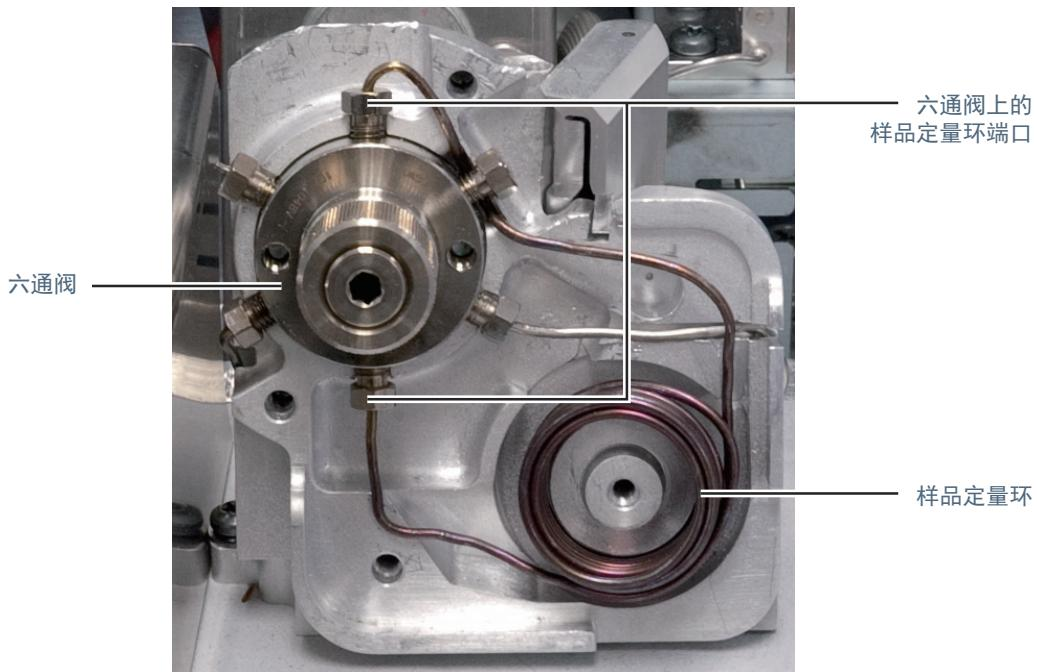

图 19. 断开样品定量环与六通阀的连接
7 使用 1/4 英寸扳手断开两个样品定量环与六通阀的连接（图 19）。
- 9 卸下样品定量环（图 19）。拉出拧松的取样探针接头，刚好可以将样品定量管滑到其下方。